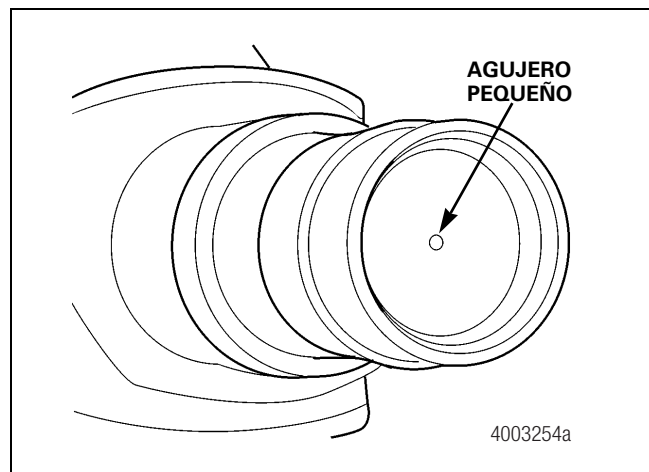

Figura 8.10
3. Un punto de medición aceptable para medir "C" y "D" es el agujero pequeño ubicado en la tapa del extremo de la espiga presente en la mayoría de los ejes de semirremolque. Para acceder a esta tapa, retire los tapones de caucho para llenado de aceite de la tapa de maza. También constituyen puntos de calibración aceptables los bordes de los aros de rueda, según se indicó anteriormente. Figura 8.10.